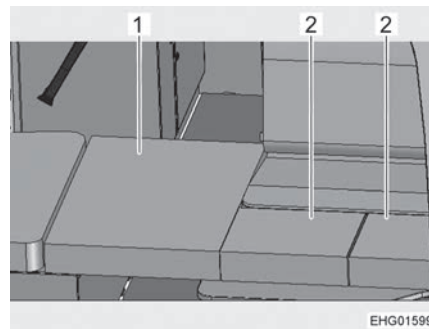

Fig. 146 Dopo la trasformazione
- Posare il cuscino aggiuntivo grande (Fig. 146,1) sulla tavola di sostegno nel corridoio.
- Posare il cuscino aggiuntivo piccolo (Fig. 146,2) sul tavolo.